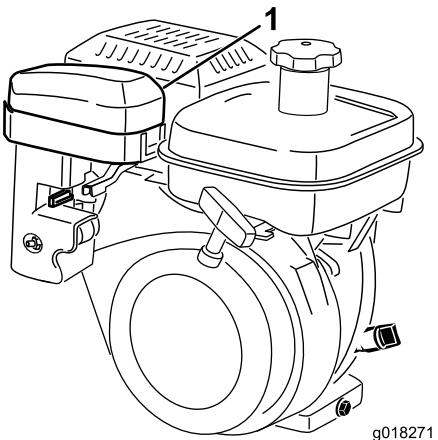
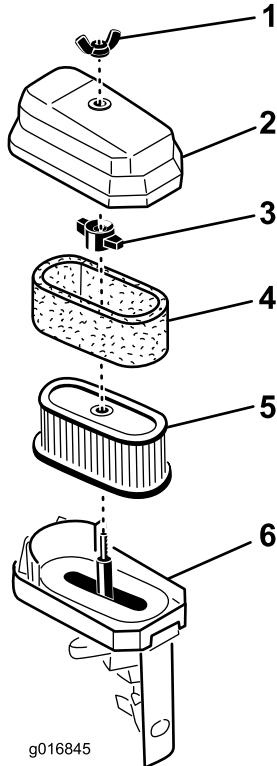

Bild 33
Bild 34
2. Nehmen Sie die Flügelschraube ab, mit der die Luftfilterabdeckung am Luftfilter befestigt ist. Nehmen Sie dann die Abdeckung ab. Reinigen Sie die Abdeckung gründlich \(Bild 33 und Bild 34\).
3. Nehmen Sie einen verschmutzten Schaumeinsatz vorsichtig vom Papiereinsatz ab \(Bild 34\). Reinigen Sie ihn gründlich.